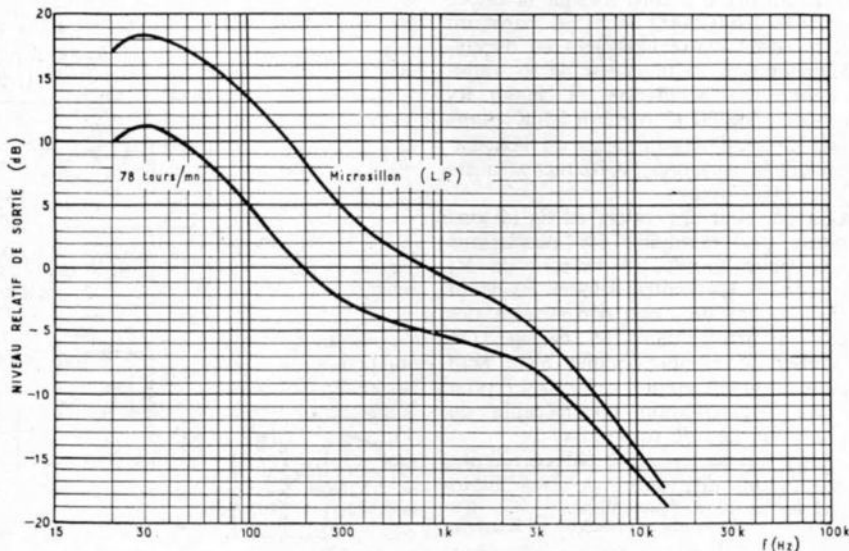
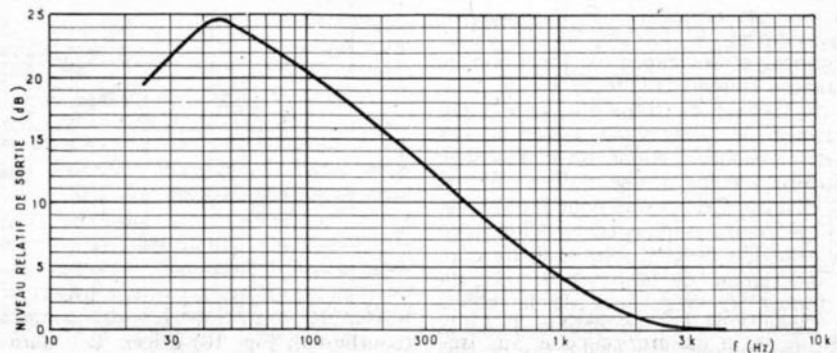

FIG. 13
FIG. 14
Un exemple de courbe de ce genre est donné par la figure 13. La courbe « microsillon » a l'allure de la courbe (A) de la figure 10. Le niveau à 50 Hz est + 17 dB et celui à 10 kHz est de - 16 dB environ, donc une « dénivellation » de  $17 + 16 = 33$  dB. L'autre courbe est celle que devrait avoir le préamplificateur lors de la lecture de disques anciens à 78 t/mn. Actuellement, on ne se sert plus de ces disques. En cas d'utilisation, on pourra placer le commutateur en position PU magnétique et corriger la courbe à l'aide des boutons de tonalité.
La courbe à obtenir, lorsque le préamplificateur est utilisé comme lecteur de magnétophone est celle de la figure 14. C'est une courbe descendante comme celles de la figure 13, mais sa forme est très différente, aussi, si le préamplificateur ne possède pas de position « lecture magnétophone », son emploi en position « PU magnétique » ne donne pas de bons résultats même en essayant de le corriger à l'aide des boutons de tonalité.